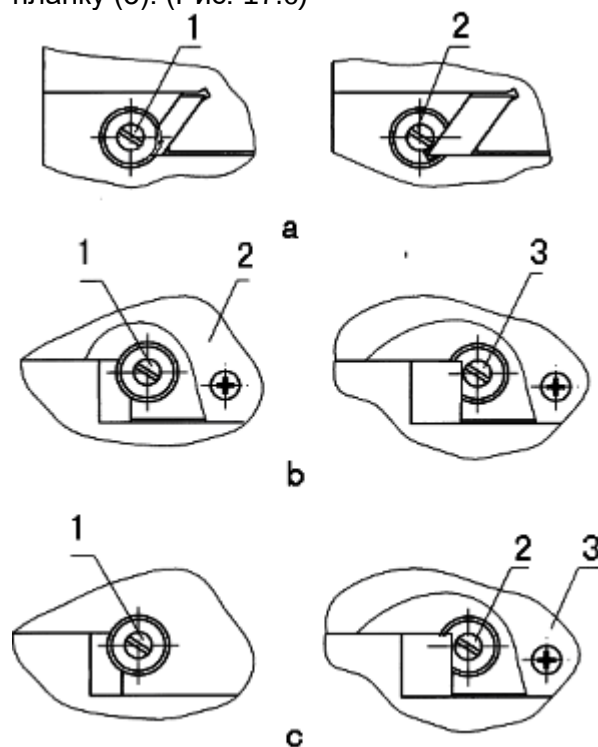

Рис.17
отрегулируйте винт (2) большого конца клина в правильное положение, чтобы ощущалось небольшое сопротивление при перемещении стола, затяните винт (1) должным образом. (Рис. 17.а).
Регулировка поперечного клина: снимите защитную планку (2), ослабьте винт (1) на одном конце клина, отрегулируйте винт (3) на другом конце клина в правильное положение, чтобы ощущалось небольшое сопротивление при перемещении стола, установите защитную планку (2). (Рис. 17.б)
Снимите защитную планку (3), ослабьте винт (1) на меньшем конце клина, затем отрегулируйте винт (2) на большем конце клина в правильное положение, чтобы ощущалось небольшое сопротивление при перемещении стола, установите защитную планку (3). (Рис. 17.с)